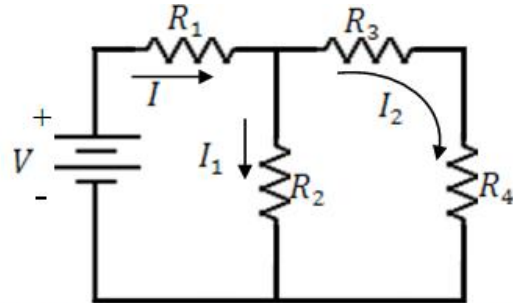

Figura 4.3. Circuito resistivo serie-paralelo.
a).- Construya el circuito de la figura 4.3, con $V = 15$ volts y seleccione cada resistencia que este dentro del rango de $2K\Omega \leq R_{Total} \leq 900K\Omega$, todas las resistencias deben tener diferente valor. Mida el voltaje, corriente de cada resistencia del circuito y llene la tabla 4.7